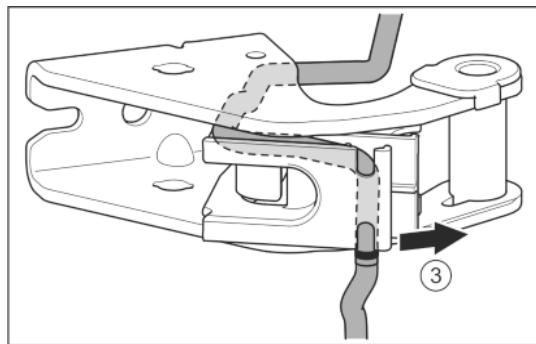

Fig. 30
- Высвободить кабель из направляющей. Fig. 30 (3)